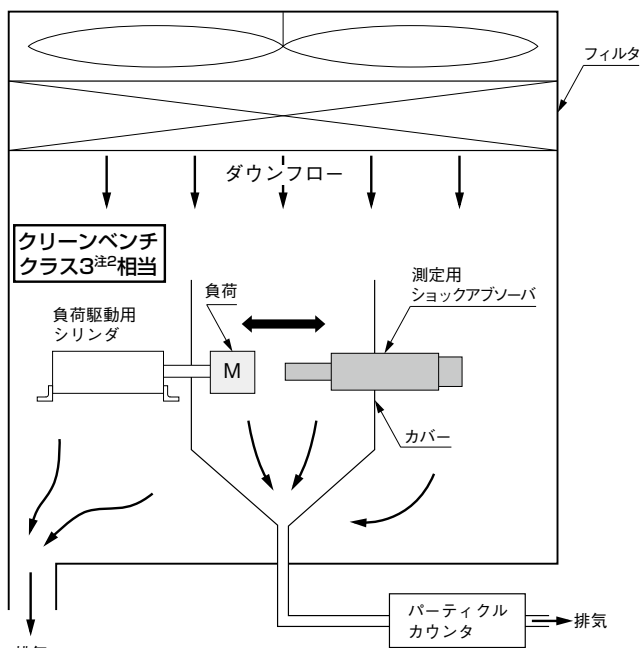

図 1
1. クリーンベンチ(図 1)内の測定用ショックアブソーバおよび負荷駆動用シリンダを作動させず、クリーンベンチ内のパーティクルを測定する (バックグラウンドの測定)^注。